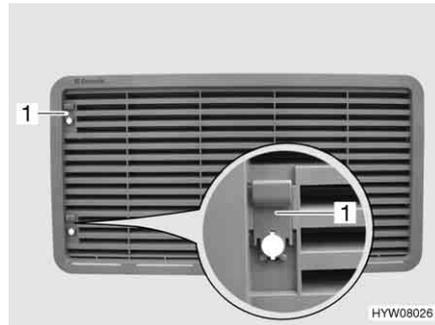

Fig. 135 Rejilla de ventilación del frigorífico (con corredera)
- Empujar la corredera (Fig. 135,1) hacia arriba.